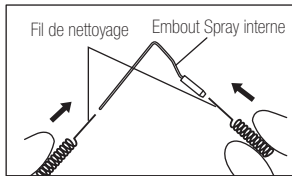

Fig. 12
- 1) Nettoyez les embouts de spray interne et externe à l'aide du fil de nettoyage. (Fig. 12, 13)
- 2) Insérez un tube d'irrigation dans chaque embout de spray et nettoyez avec de l'eau propre. (Cf. 5. (1)(2))